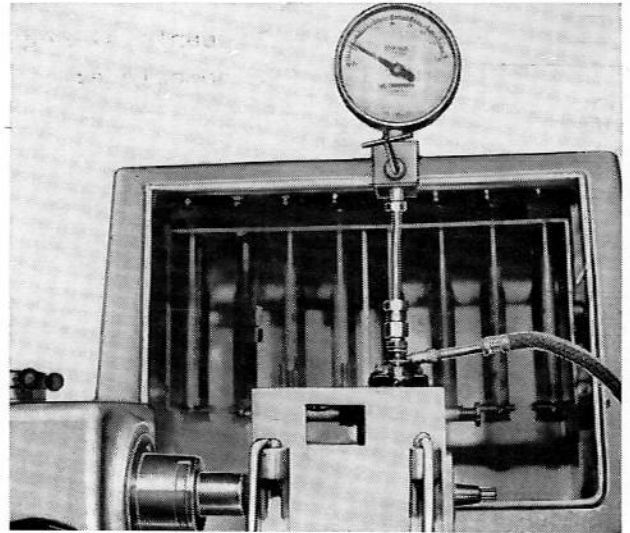

Fig. 32
- Relier le raccord de refoulement à un manomètre de  $600 \text{ kg/cm}^2$  comportant une soupape de sûreté (fig. 32).